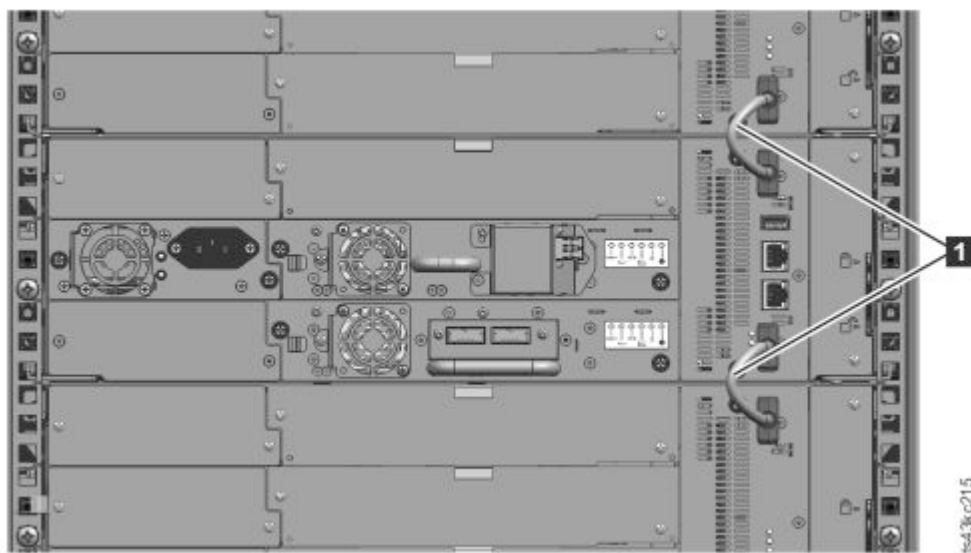

Figure 48. Modules connectés
5. A l'arrière de la bandothèque, connectez les modules de chaque paire à son module adjacent en utilisant les câbles d'interconnexion d'extension (**1**) comme indiqué dans la Figure 48.